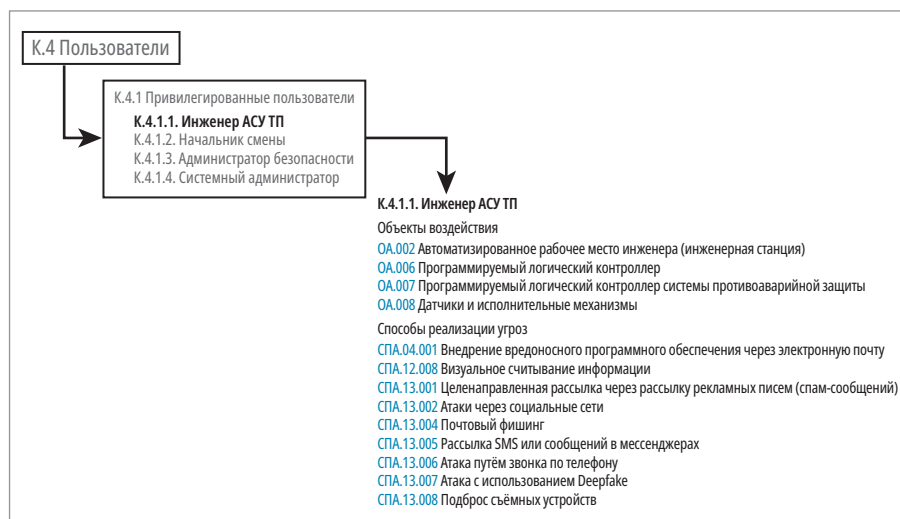

Рис. 4. Информационная карточка компонента «К.4.1.1. Инженер АСУ ТП» в соответствии с БДУ ФСТЭК
- В качестве примера на рис. 4 в наглядном виде представлено описание группы «К.4.1 Привилегированные